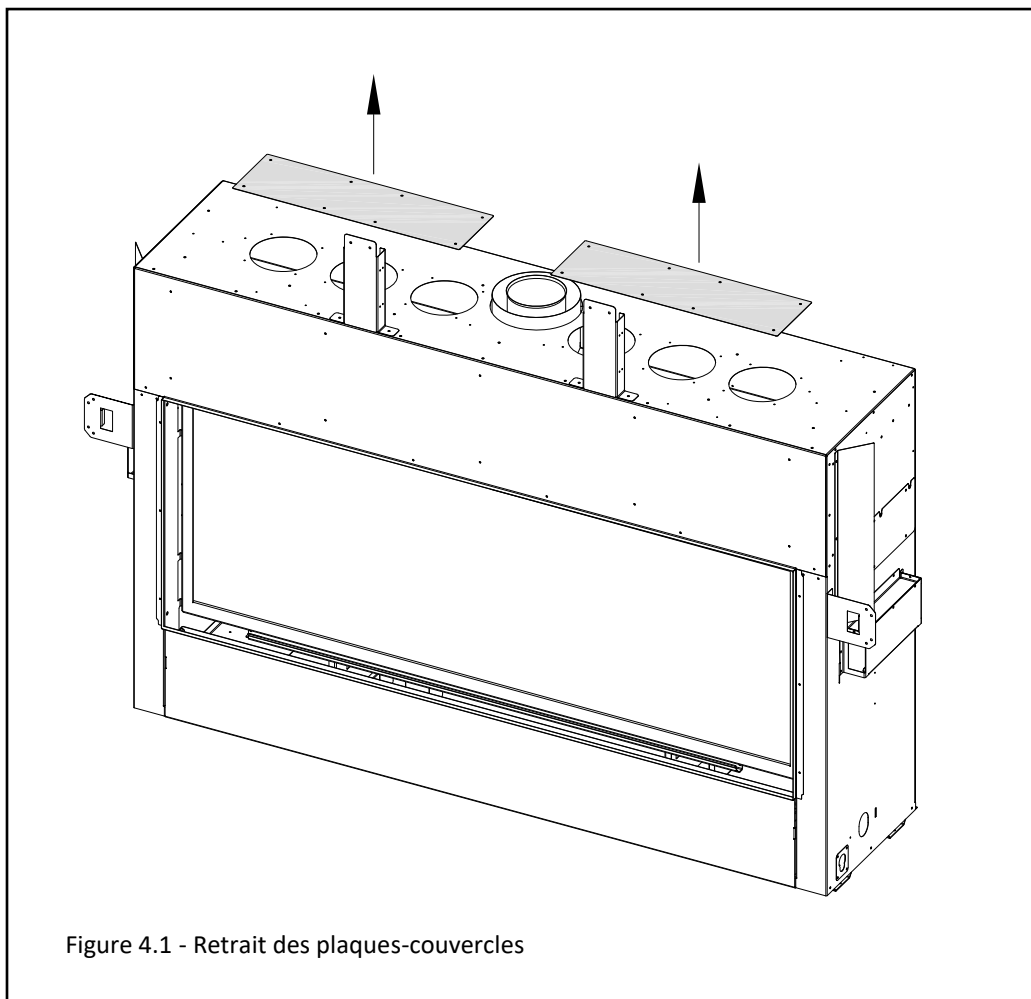
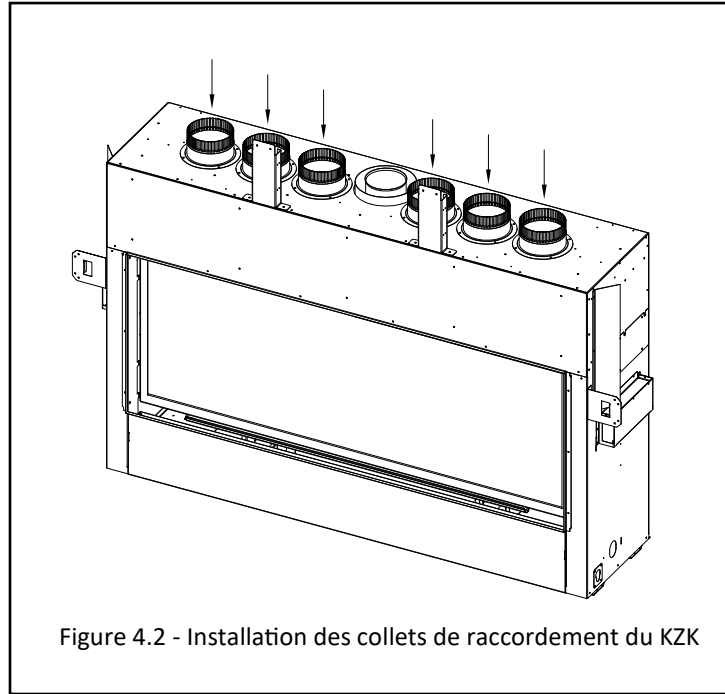

Figure 4.1 - Retrait des plaques-couvercles
Figure 4.2 - Installation des collets de raccordement du KZK
- Les plaques-couvercles et les plaques de convection de l'appareil doivent être retirées pour installer le kit Komfort Zone, tel que montré aux Figures 4.1 et 4.3. Les collets de raccordement du kit KZK doivent être installés — Voir la Figure 4.2.
1. Retirez les (16) vis à métal qui retiennent les (2) plaques-couvercles sur le dessus du foyer, tel que montré à la Figure 4.1. Jetez ces deux plaques-couvercles. Conservez les vis à métal pour l'étape suivante.
2. Installez les collets fournis avec le kit KZK-062, tel que montré à la Figure 4.2. Réutilisez les vis à métal de l'étape précédente.